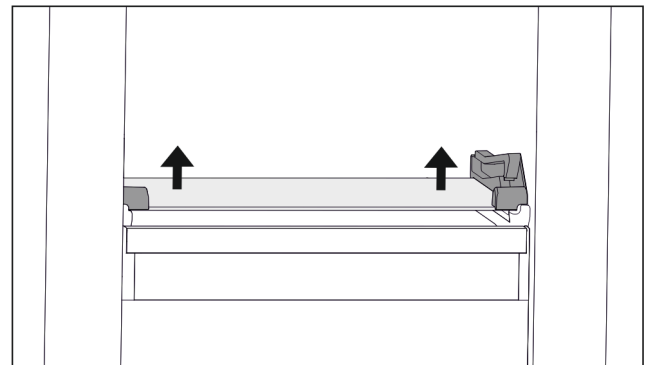

Fig. 70 Ripiano in vetro del cassetto ribaltabile
- Premere il ripiano in vetro dal basso verso l'alto su entrambi i lati. (vedere Fig. 70)